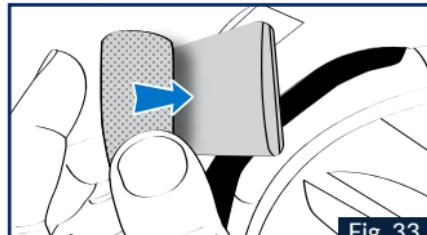

Fig. 33
3. Pegar la espuma de calce que se encuentra en el kit SENA FOR SHARK (Bluetooth o Mesh) en la parte posterior de la batería del intercomunicador, Fig. 33